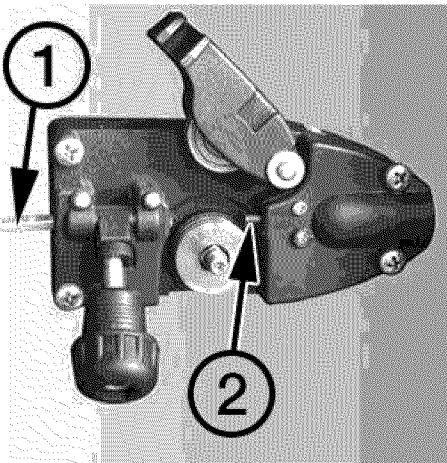

Fig. 6
2.10 Inserte el alambre en el tubo guía de entrada (Fig. 6, 1), hágalo pasar a través del rodillo impulsor e intodúzcalo al forro del soplete (Fig. 6, 2) unas 6 pulgadas.